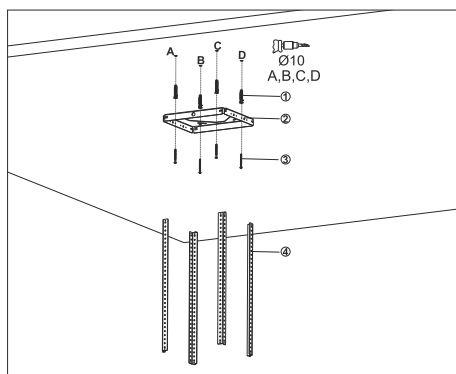

Fig. 6
1. ➤ Markera A, B, C och D i taket där takplattan ska placeras och borra Ø10mm hål (Fig. 6).
2. ➤ Sätt i Ø10mm pluggar i A, B, C och D (Fig. 6).
3. ➤ Montera takplattan i taket genom att skruva fast den med 4 st 5,5x60 skruvar på A, B, C och D (Fig. 6).